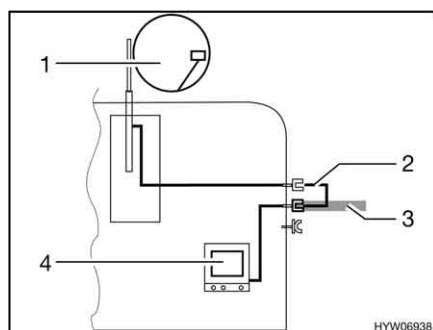

Fig. 76 TV nel veicolo
- TV nel veicolo (Fig. 76,4): Collegamento all'antenna del tetto (Fig. 76,1) con cavo di collegamento (Fig. 76,2)
- TV nel veicolo (Fig. 76,4): Collegamento a antenna esterna (Fig. 76,3)